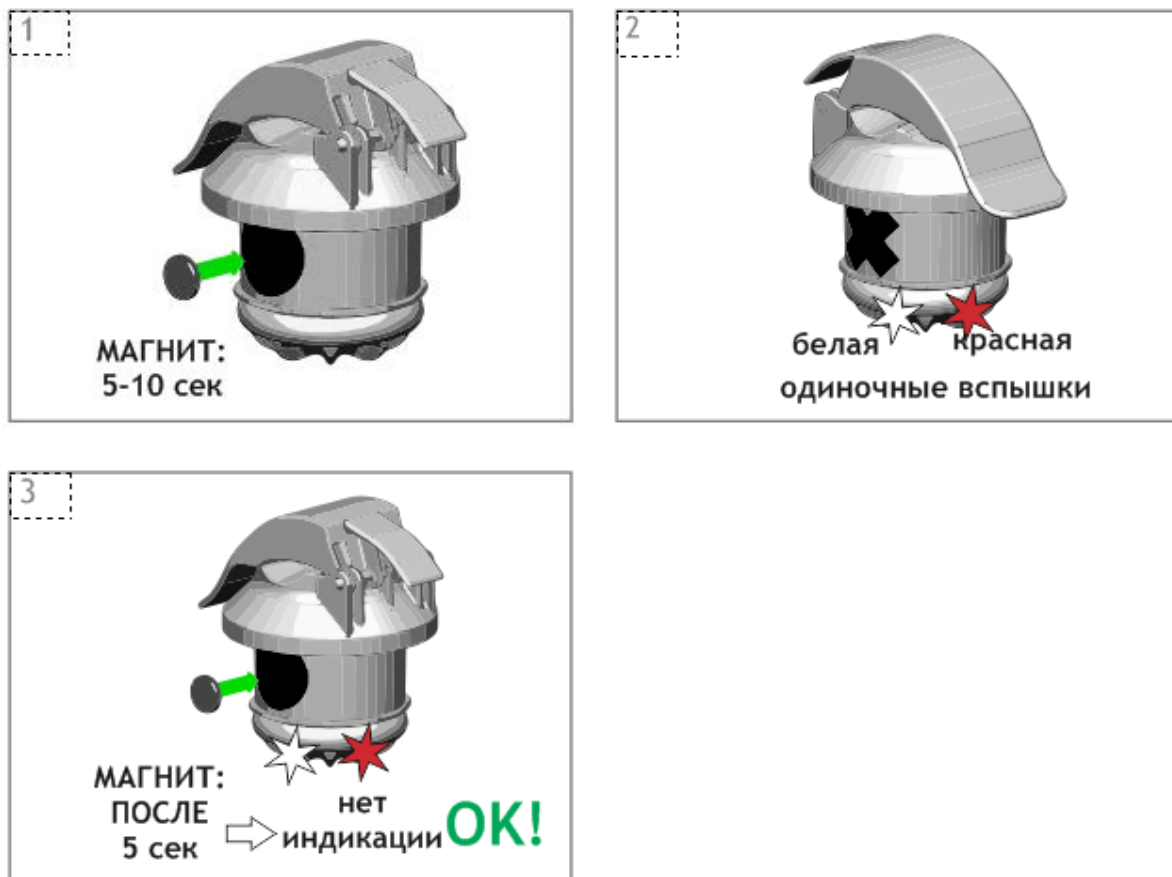

Рисунок 2 – Активация индикатора ИКЗ-В34
2.2.3 Для приведения ИКЗ-В34 в рабочее состояние (в первый раз) необходимо поднести магнит (поставляется отдельно в количестве: один на партию) к изображению «кружка» на корпусе каждого из индикаторов ИКЗ-В34 и удерживать его в течение 5-10 секунд (Рисунок 2).